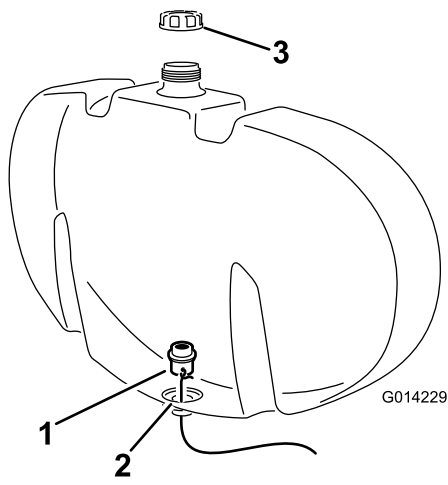

图7
- 用金属丝将隔板接头引至水箱 图7 底孔。
F. 将隔板接头放入相应的位置确保空隙垫片紧靠冲洗水箱图7的内壁。